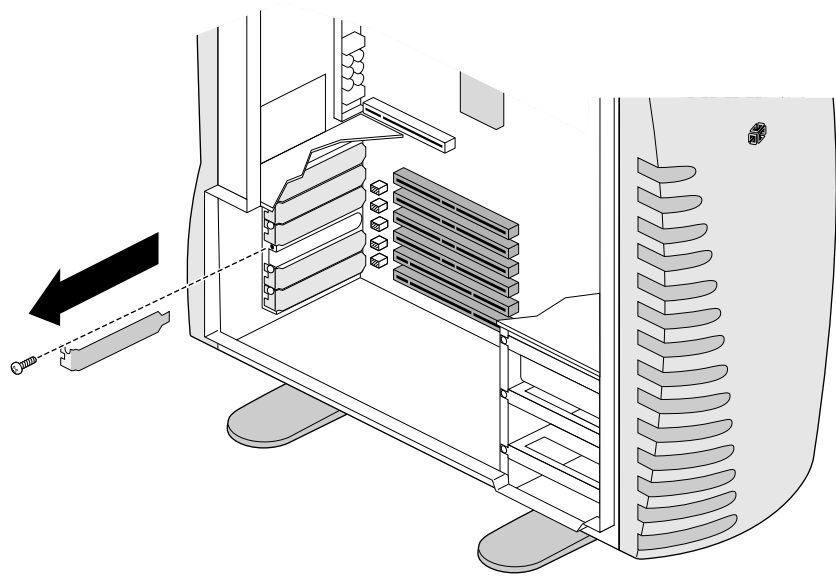

Figure 5-2 Retrait du panneau de protection E/S
7. Utilisez un tournevis Phillips afin de retirer la vis du panneau de protection E/S situé devant l'emplacement dans lequel vous souhaitez installer une carte PCI (voir Figure 5-2).